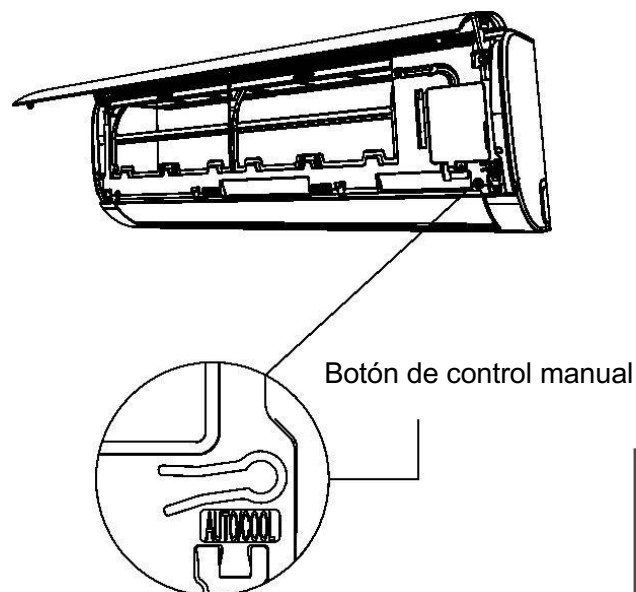

Fig. 8.1
- El botón CONTROL MANUAL se encuentra en el lado derecho de la unidad. Pulse 2 veces para seleccionar la función COOL. Vea la Fig. 8.1.